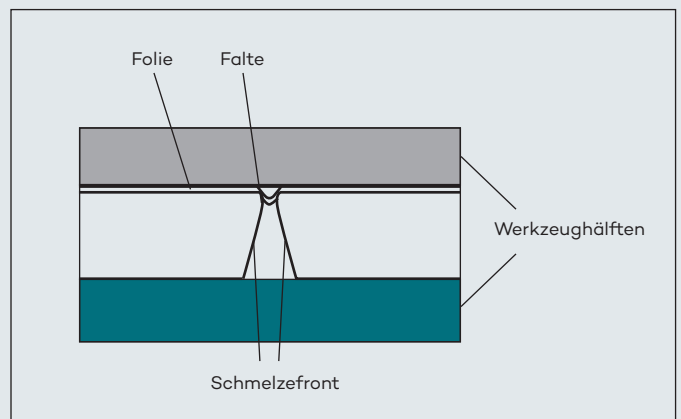

Abbildung 8: Entstehung von Quetschfalten beim Spritzgießen.
- Bindenähte vermeiden, da sonst Quetschfalten in der Folie (Abbildung 8) entstehen. Deshalb bei mehreren Anschnitten Heißkanal-Nadelverschlussystem mit Kaskadensteuerung wählen.